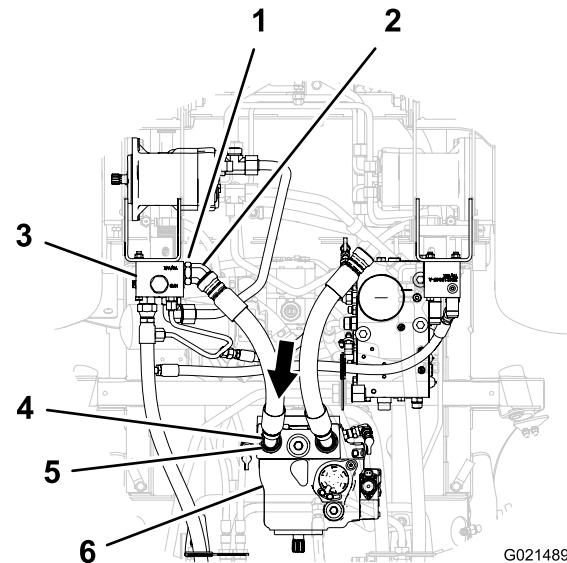

Figure 19
5. Alignez le raccord à 45° du flexible de pression sur le raccord droit de la pompe hydraulique (Figure 19).
6. Vissez le raccord à 45° du flexible de pression sur le raccord droit de la pompe hydraulique (Figure 19).
7. Serrez l'écrou de blocage du raccord hydraulique à 45° situé dans le collecteur de diviseur de débit (Figure 19).